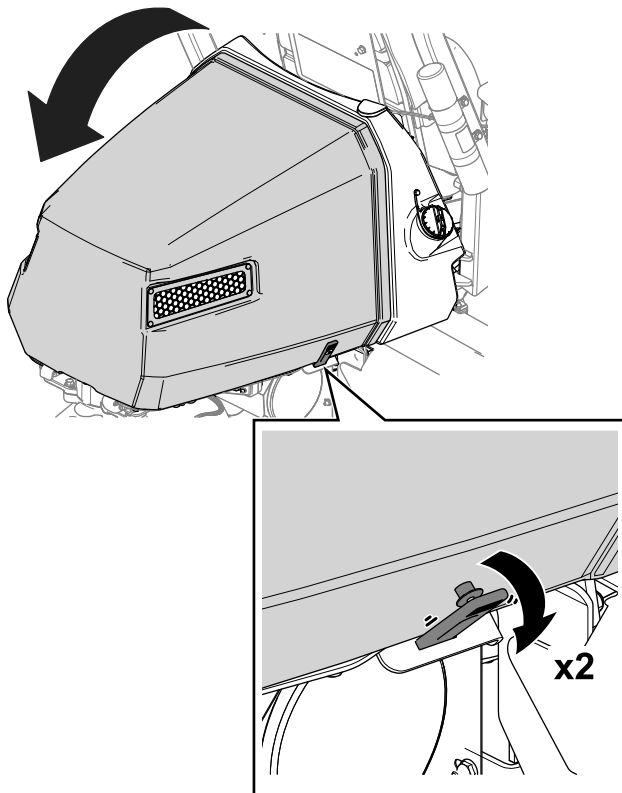

Figura 37
1. Eliberai curelele de pe fiecare parte a capotei (Figura 37).
2. Ridicai capota (Figura 37).